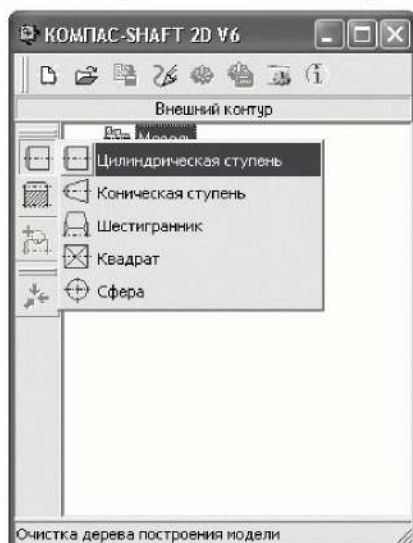

Рисунок 1.13. Начало построения ступени вала в КОМПАС-SHAFT 2D
2. Нажмем кнопку **Простые ступени** на панели инструментов в левой части главного окна библиотеки. Возле кнопки раскроется меню со списком возможных вариантов построения ступеней (рисунок 1.13). Выберем пункт *Цилиндрическая ступень*.